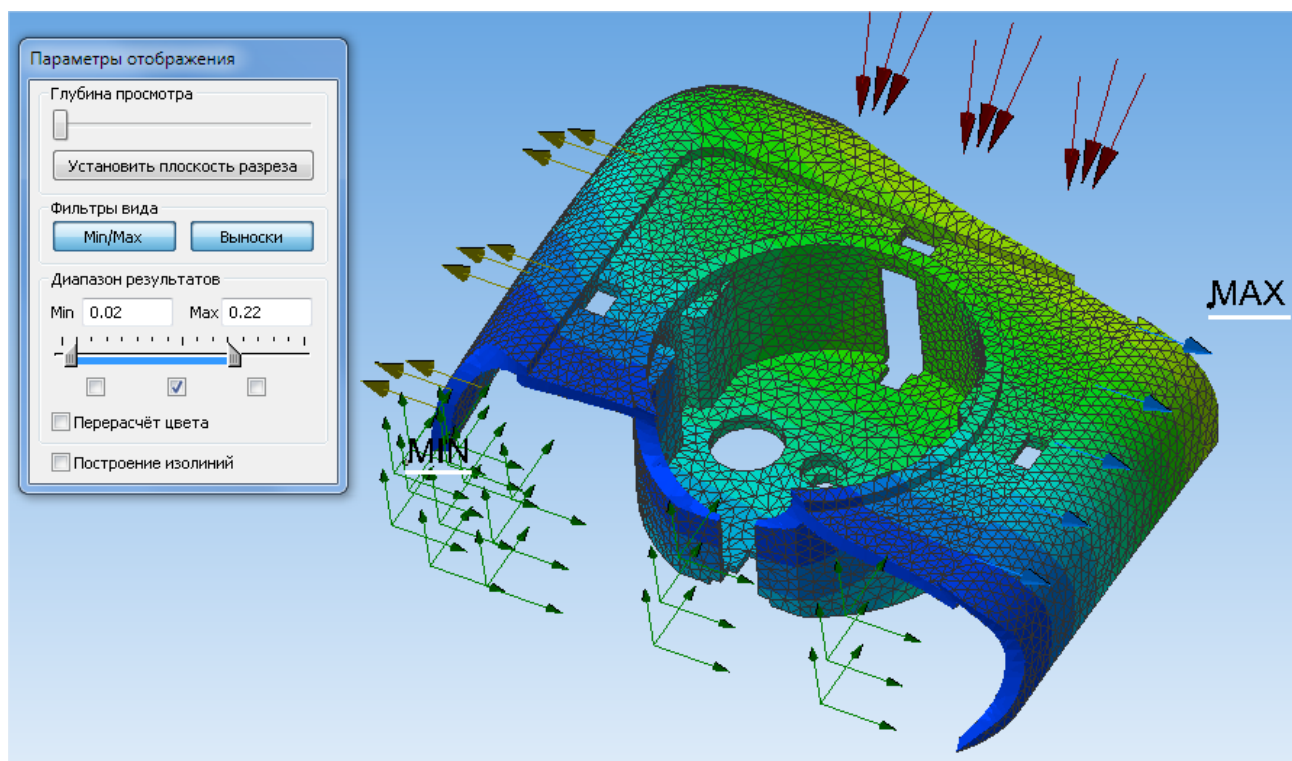

Рис. 2.29. Карта перемещений с заданным диапазоном вывода результатов: показаны только элементы со значениями от 0,02 до 0,22 мм
4. *Минимальное* и *максимальное* значение диапазона результатов для задания значения пользователем. Установка введённого значения осуществляется по клавише *ENTER*. *Синий* цвет шрифта - значение корректно и находится в процессе ввода, *красный* - некорректное значение. В случае его задания (по Enter), будет установлено максимально (минимально) допустимое (Рис. 2.29).